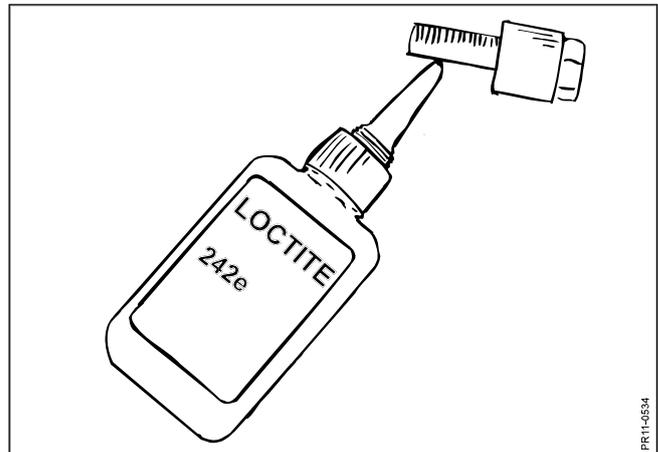

Fig. 1-10
- Fig. 1-10:** daß die Bolzen los gehen, wird ein Tropfen Loctite Schraubsicherung 242 zugefügt. Die Bolzen werden mit einem Drehmoment von 120 Nm angezogen.